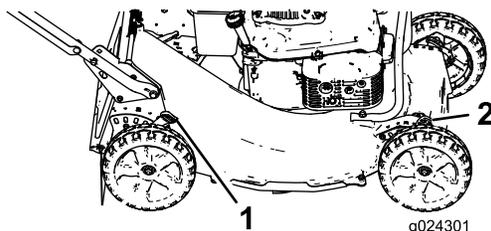

Figure 10
1. Tirez le levier de hauteur de coupe vers la roue (Figure 10) et amenez-le à la position voulue.